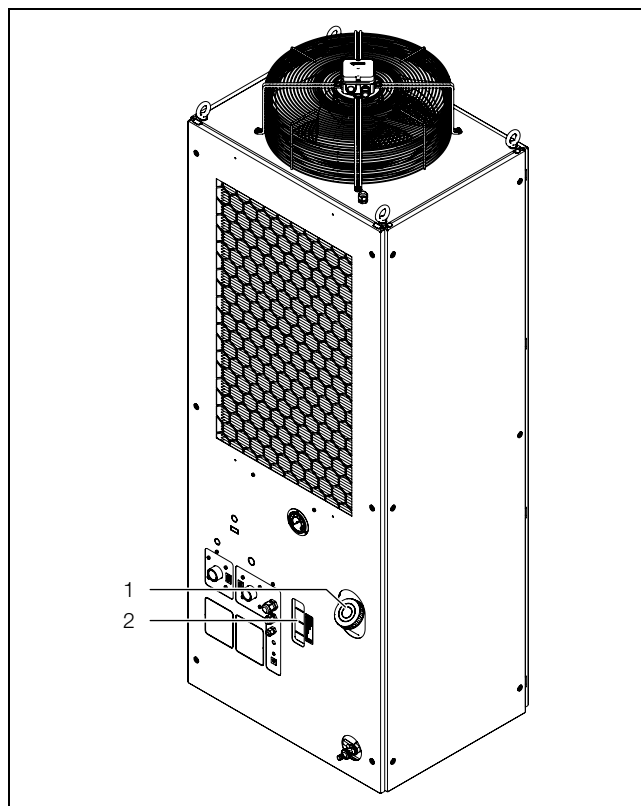

Imagen 12: Llenado del medio refrigerante
- Llène la chiller con medio refrigerante a través del tapón de llenado (imagen 12, pos. 1) del depósito.
- Controle el nivel de llenado del depósito a través de la mirilla de la carcasa (imagen 12, pos. 2).